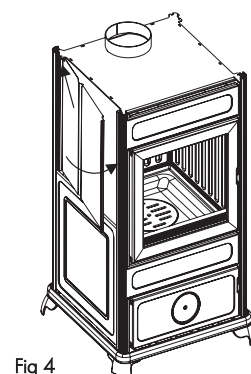

Fig 4
- infilare le due mattonelle per ogni fianco, nelle apposite guide, dall'alto verso il basso, come da fig 4.